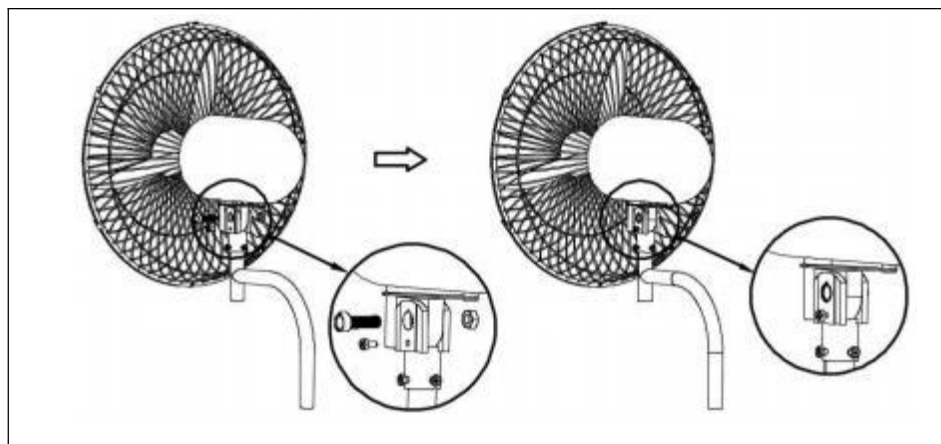

Fig.8 .
1). Installez la tête du ventilateur sur le support, puis verrouillez les vis du support 4 (10) et les écrous du support 1 (11), et enfin verrouillez les vis du support 3 (9). Voir la figure 8.